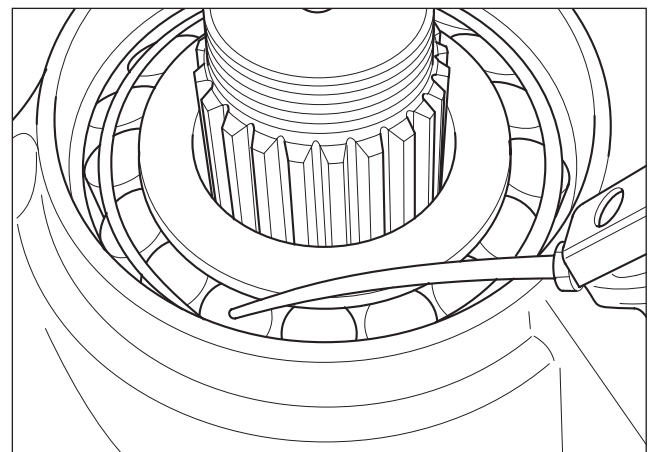

Fig. 2.56
12. Lubricate bearing (Fig. 2.56)